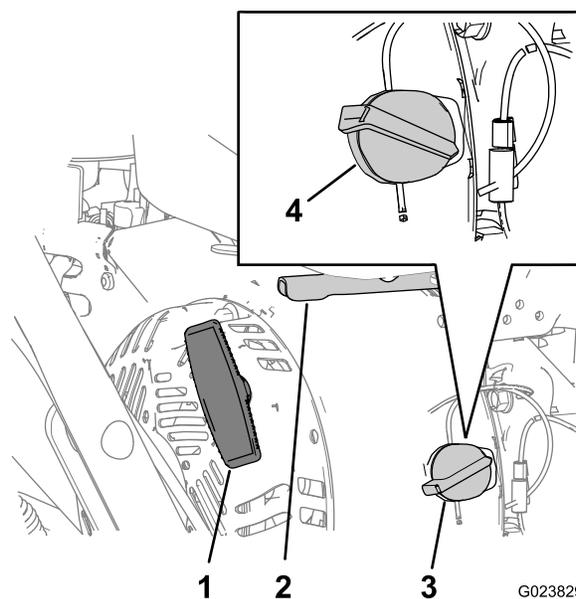

Figura 10
- Sul lato destro del motore, ruotate l'interruttore On/Off del motore in senso orario in posizione ON (Figura 10).
3. Posizionate l'acceleratore a metà tra le posizioni SLOW e FAST situate sul lato posteriore destro del motore (Figura 10).
4. Tirate lentamente la stegola autoavvolgente del motore fino ad avvertire una certa resistenza poi fermatevi (Figura 10).
2. Posizionate l'acceleratore a metà tra le posizioni SLOW e FAST (Figura 10).
3. Lasciate in funzione il motore per almeno 15 secondi, poi ruotate l'interruttore On/Off del motore in posizione OFF per spegnere il motore (Figura 10).